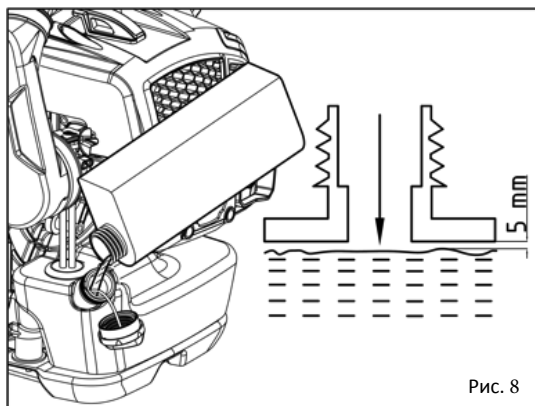

Рис. 8
- Не переполняйте топливный бак. Оставляйте не менее 5 мм пространства от поверхности топливно-масляной смеси до внутреннего края бака с целью обеспечения возможности температурного расширения (рис. 8).